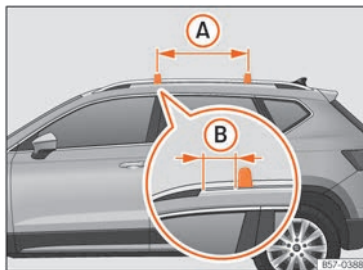

Fig. 180 Puntos de fijación de las barras transversales para el portaequipajes del techo
Las barras transversales se montan en las barras laterales del techo. La distancia entre barras transversales » fig. 180 (A) deberá ser entre 70 y 90 cm y la distancia de las barras transversales con los soportes de las barras laterales del techo (B) deberá ser de 15 cm.